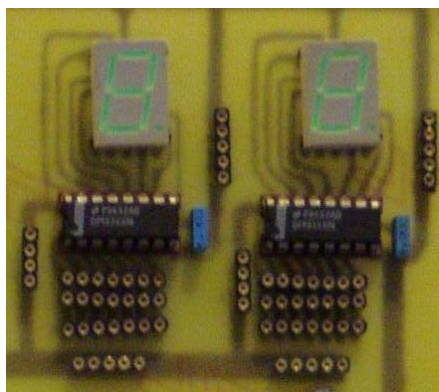

Fig. 4
- e. Doppio visualizzatore a display a LED 7 segmenti che accetta in ingresso il codice binario e consente una uscita esadecimale (fig. 4);